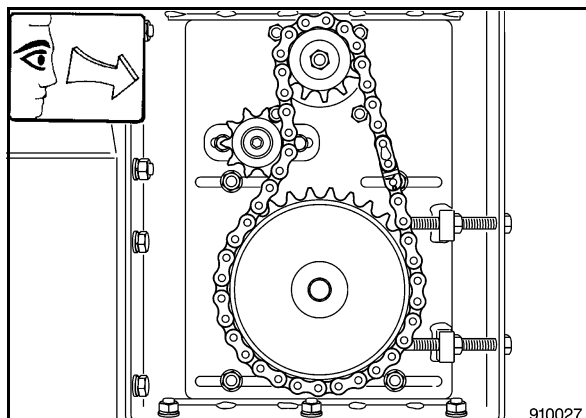

Bild 36
- Zustand und Spannung (Bild 36) der Ketten